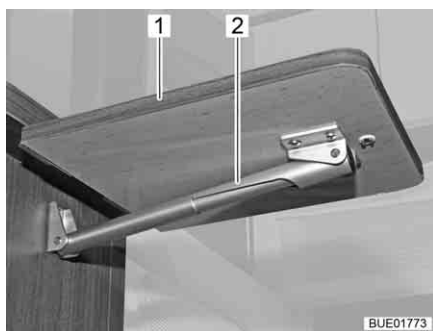

Bild 122 Klappbord till köksbänk, utfällt
- Ta klappbordet för köksbänk (Bild 122,1) underifrån och lossa med lätt drag från magnethållaren.
- Fäll upp bordsskivan tills teleskopfästets (Bild 122,2) fixering aktiveras. Släpp bordsskivan.